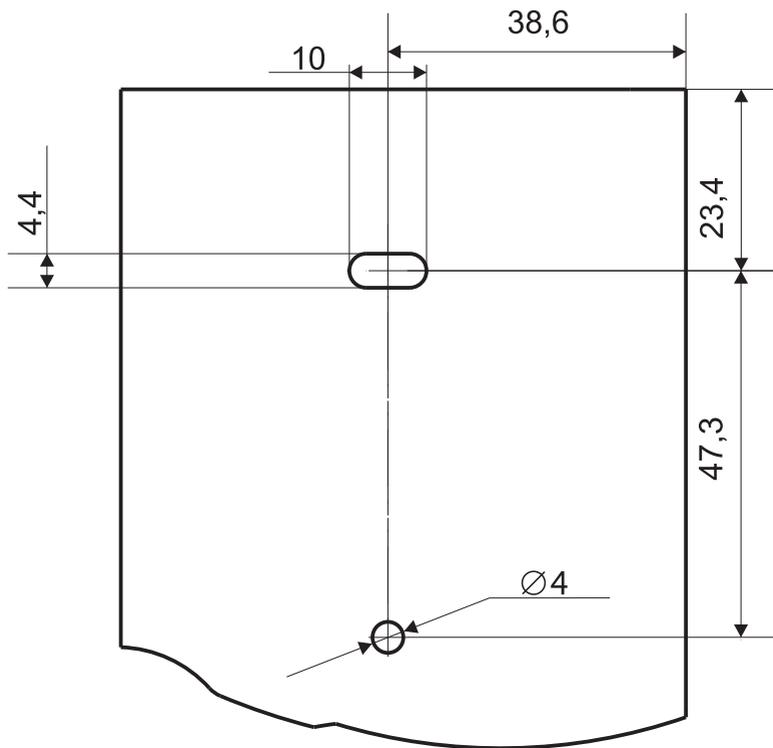

Рисунок 6. Шаблон для монтажа
3.1.2 Приложите к стене шаблон для монтажа (рис. 6). Отметьте центры отверстий и просверлите 2 отверстия диаметром 5 мм. Установите в отверстия дюбеля.